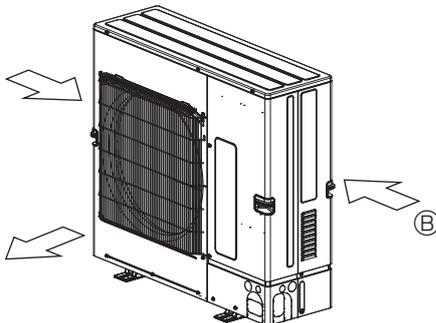

Fig. 2-6
- ③ Cihazın konumunu, mümkünse, hava çıkışından gelen havanın, mevsimsel rüzgarlarının yönüne dik gelmesini sağlayacak şekilde seçin. (Fig. 2-6)